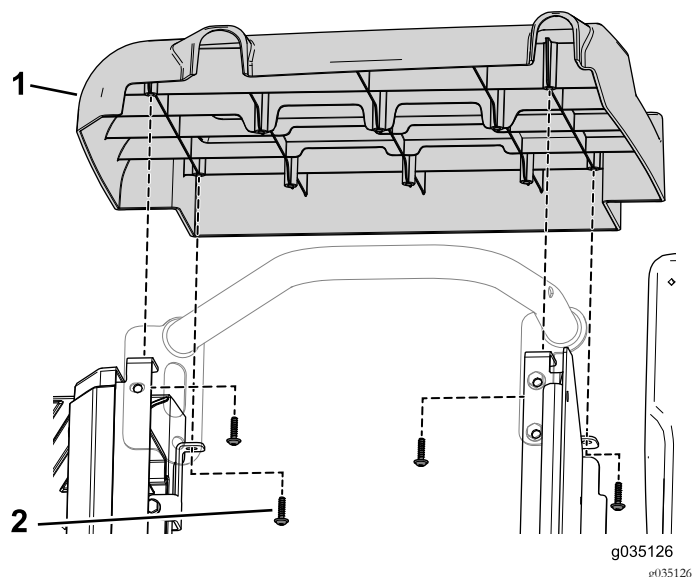

Figura 55
3. Remova os quatro parafusos autorroscantes que prendem a cobertura do lado direito à máquina (Figura 55).